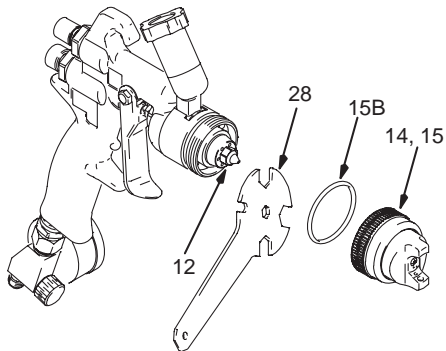

Fig. 22
3. Entfernen Sie den Luftkappenring (15) und die Luftkappe (14). Entfernen und ersetzen Sie die Dichtung (15b). (Siehe Abb. 22)